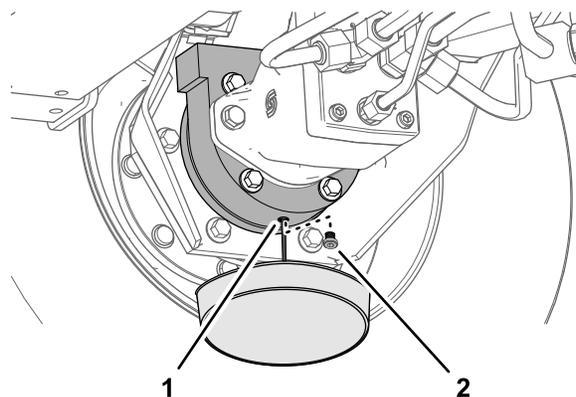

Figura 68
- Coloque o recipiente de escoamento por baixo da estrutura do travão, retire o tampão e deixe o óleo escorrer completamente (Figura 68).